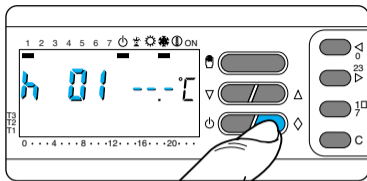

Fig. 69
**13.5** - Premere una sola volta il pulsante  $\diamond$  (fig. 69).